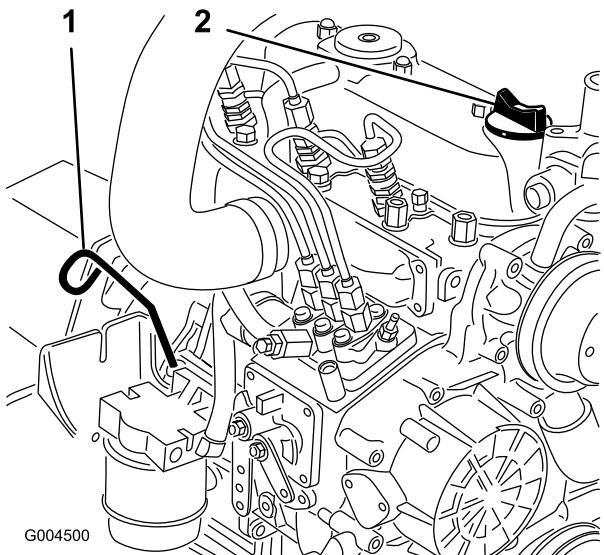

Figura 42
3. Retire la varilla (Figura 42), límpielala, y vuelva a colocarla. Retire la varilla y compruebe el nivel de aceite.
4. Si el nivel de aceite está por debajo de la marca Lleno, retire el tapón de llenado (Figura 42) y añada aceite hasta que el nivel llegue a la marca Lleno de la varilla.